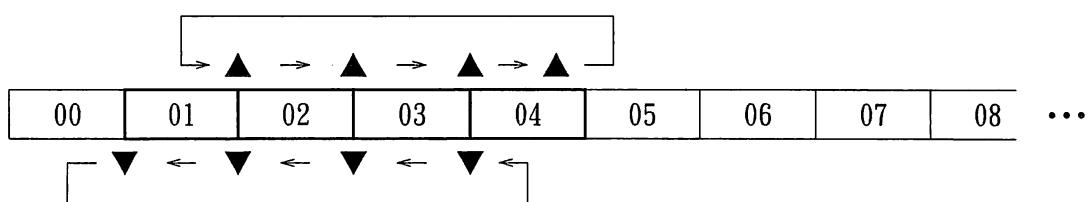

図7-3 アドレス・ローテーション（開始アドレス：01、終了アドレス：04の場合）
- 2) 開始アドレスに設定したいアドレスを入力します。（図7-3の場合は01）
- {3) シフト・キー⑩を押し、シフト・モードにします。キー内のLEDが点灯します。}
- 1) 開始アドレスに設定したいアドレスを入力します。（図7-3の場合は04）
- {2) シフト・キー⑩を押し、シフト・モードにします。キー内のLEDが点灯します。}
アドレス・ローテーションの設定は図 7-3と同じとします。今、アドレス03を呼び出していますが、一時的にアドレス38を呼び出す必要が生じました。